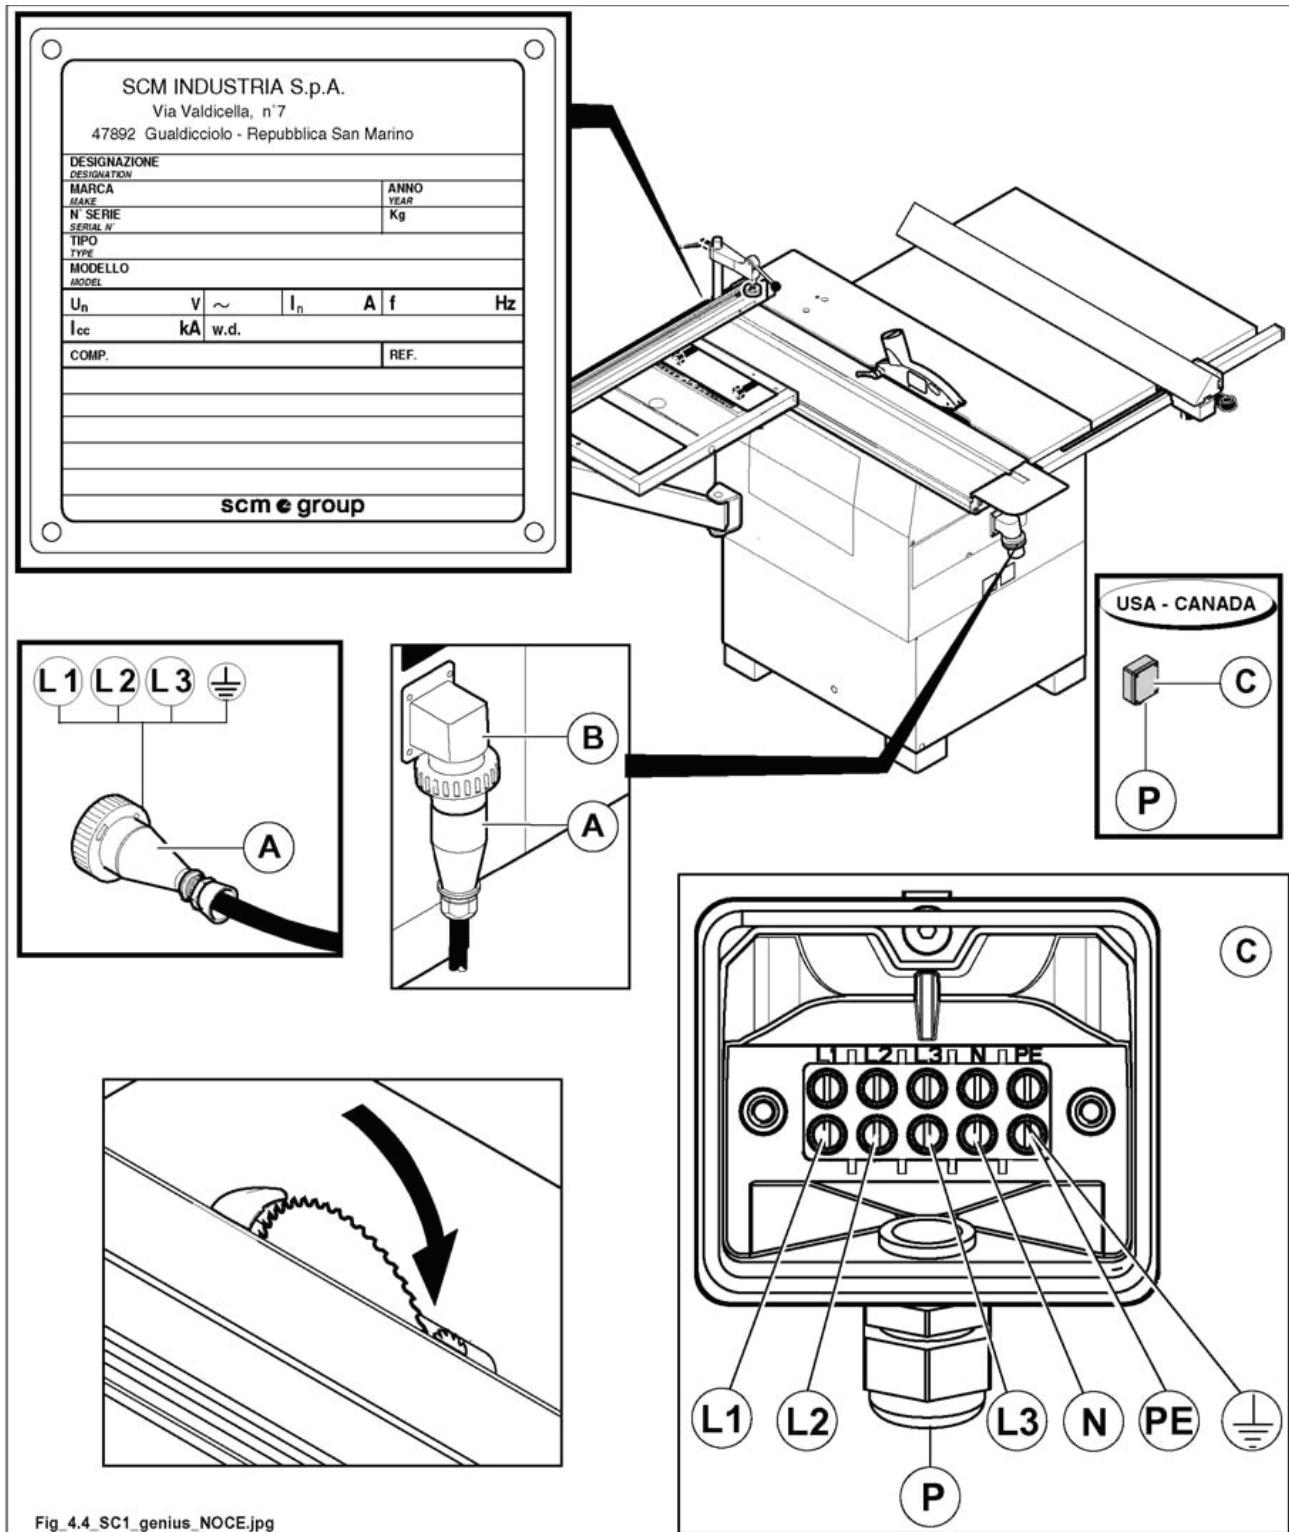

Рис. 4.4
- подготовить кабель питания около розетки (A рис. 4.4) (в комплекте поставки);
- соединить розетку (A рис. 4.4) с вилкой (B рис. 4.4).
- удалить крышку электрической панели (C рис. 4.4);
- ввести кабель питания в подходящий кабельный стенд (P рис. 4.4);
- подключить 3 фазы электрического кабеля в зажимы L1-L2-L3 (рис. 4.4);
- подключить средний кабель, если имеется, в зажим (N рис. 4.4);
- закрыть кабельный стенд (P рис. 4.4).